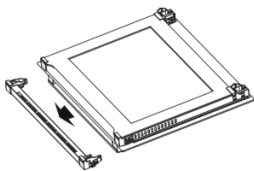

Imagen 5
- Tire de la parte superior del marco de la puerta hacia usted (imagen 5).